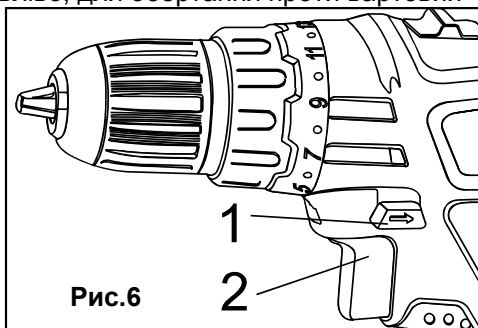

Рис.6
Перемикач напрямку обертання (1) розташований над кнопкою включення (2) (Рис. 6). Для обертання за годинниковою стрілкою перекинете його вліво, для обертання проти вартовий – вправо.